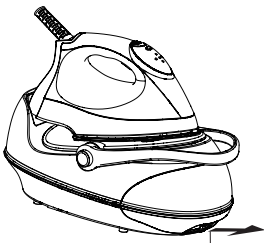
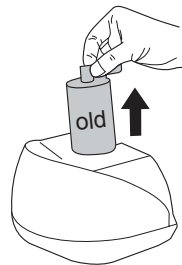
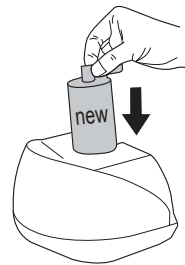

Fig.9
Fig.10
Fig.11
2. Méthode de remplacement: dégager le réservoir d'eau du socle (Fig.9), retirer le filtre du réservoir (Fig.10), et le remplacer par un nouveau (Fig.11). Lorsque le nouveau filtre est installé dans le réservoir, remplir le réservoir jusqu'au repère Max, puis replacer le réservoir dans le socle. (Immerger le filtre dans l'eau pendant quelques minutes pour obtenir de meilleures performances.)